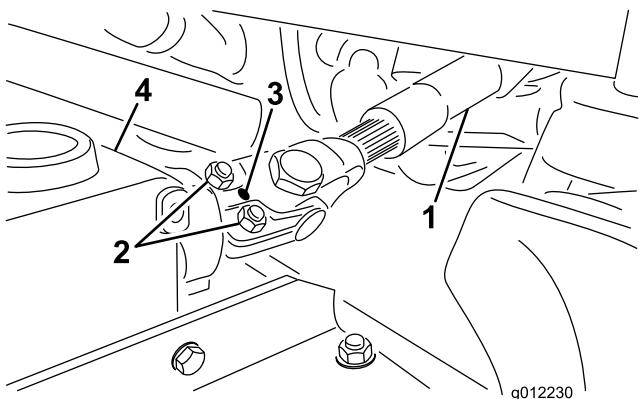

図 4
- A. ヨークとギアボックスのシャフトからロールピンを取り外す（図 4）。
- B. キャップスクリュ（2本）とロックナットをゆるめる（図 4）。
- C. ロールピンを使って、ヨークを刈り込みデッキのギアボックスに固定する（図 4）。
- D. ヨークとギアボックスを接続しているロックナットを締め付ける（図 4）。ロックナットを、20-25 N.m (2.0-2.6 kg.m=175-225 in-lb) にトルク締めする。